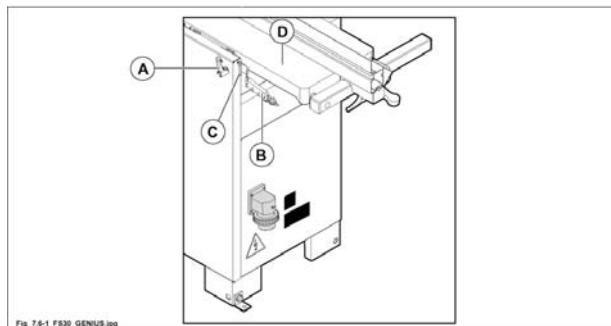

Fig. 7.6-1
- Allentare il bloccaggio (A fig. 7.6-1).
- Agire sulla leva (B fig. 7.6-1) per posizionare il piano (D fig. 7.6-1) in funzione dell'asportazione desiderata: leggere lo spostamento sulla targhetta (C fig. 7.6-1).
- A regolazione eseguita serrare il bloccaggio (A fig. 7.6-1).